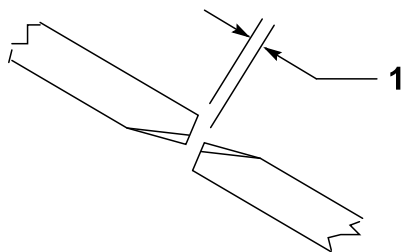

Figura 28
Per garantire il funzionamento ottimale dell'apparato di taglio occorre una luce di 10–16 mm tra la punta delle lame dei piatti di taglio laterali e quelle del piatto di taglio centrale (Figura 28).
2. Ruotate una lama centrale ed una laterale adiacente in modo che le punte delle loro lame siano allineate. Misurate la distanza tra le punte delle lame (Figura 28).